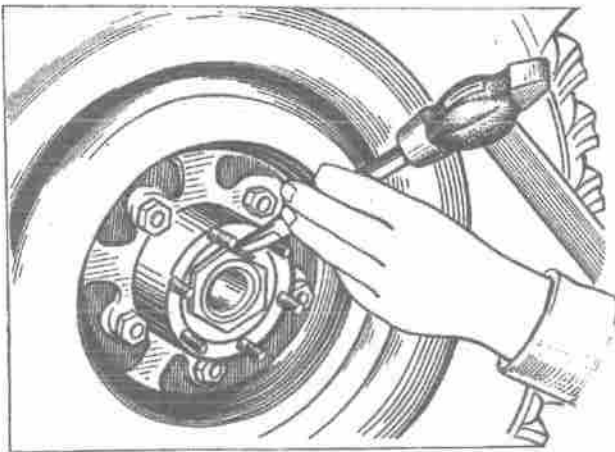

Bild 191. Sichern der Muttern der Radnabenlager
7. Mutter um $1/4 \dots 1/3$ Umdrehung (1,5...2 Kanten) zurückdrehen und Sicherungsblech aufsetzen. Gegenmutter festziehen und Muttern sichern, indem die Lappen des Sicherungsbleches an die Kanten der Mutter und Gegenmutter abgebogen werden (Bild 191).